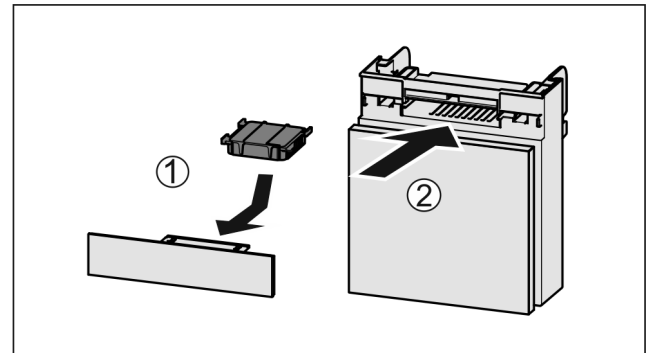

Fig. 132
- ▶ Introduzca el compartimiento Fig. 132 (2).